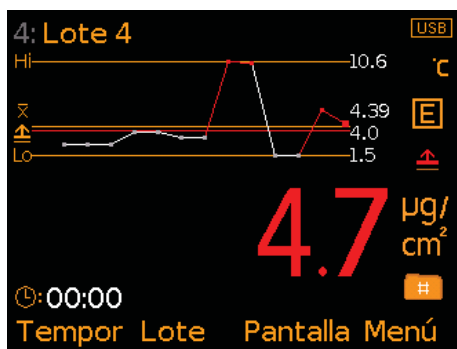

Fig. 3: Lecturas y Gráfico de secuencia
- **Gráfico de secuencia (Fig. 3);** gráfico lineal de tendencia de las últimas 20 mediciones que se actualiza automáticamente tras cada lectura.